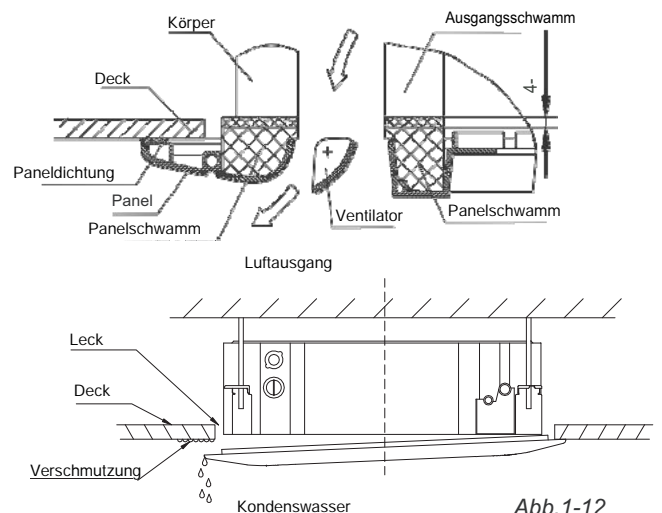

Abb.1-12
- Der fehlerhafte Betrieb, der in Abb.1-12 dargestellt wird, kann durch eine unangebrachte Wasserundurchlässigkeit entstehen.